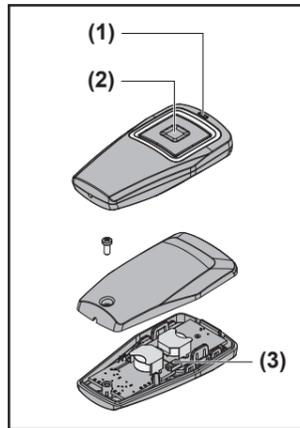
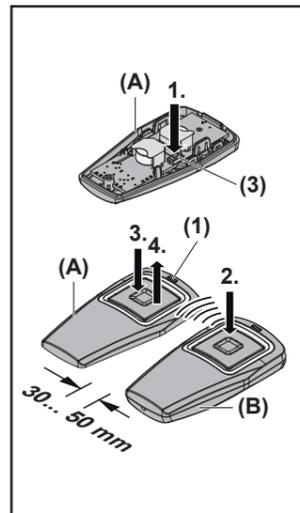

Fig. 1
Fig. 3
3 Beschrijving van het toestel (fig. 1)
5.2 De handzender gebruiken (fig. 1)
- ▶ Druk de toets (2) op de handzender in. De aan de toets gekoppelde functie (bijv. deur open / dicht) wordt uitgevoerd.
5.3 Een toetsfunctie kopiëren (fig. 3)
3 Laitekuvaus (fig. 1)
5.2 Käsilähetimen käyttäminen (fig. 1)
- ▶ Paina käsilähetimen painiketta (2). Painikkeeseen liitetty toiminto (esim. ovi auki / kiinni) suoritetaan.
5.3 Painiketoiminnon kopioiminen (fig. 3)